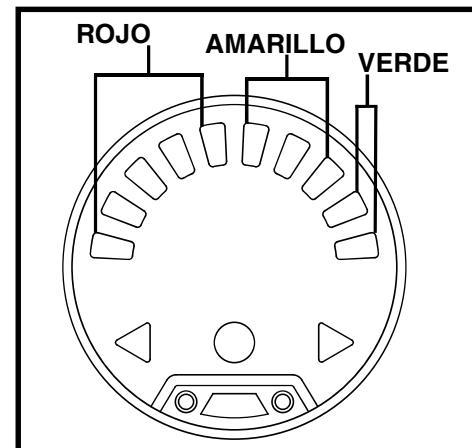

Figura 8. Indicador de Batería
**NOTA:** Los paquetes de baterías se pueden cargar fuera del vehículo individualmente o juntos o cargar en el vehículo. Consulte la figura 8.